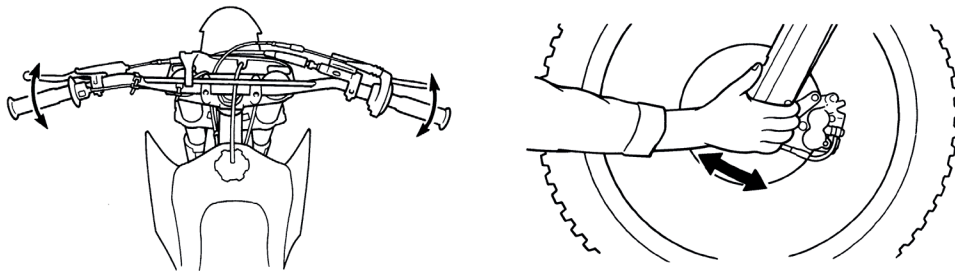

Рисунок 5. Проверка рулевой колонки
1. Встаньте перед мотоциклом. Возьмитесь за вилку (в районе передней оси) и потяните вилку по направлению к двигателю и обратно несколько раз (см. рисунок 5). Если подшипники изношены, вы почувствуете люфт или даже услышите щелчок/глухой удар.